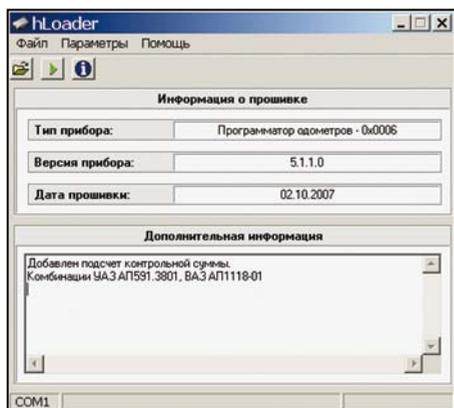

Рисунок 7. Окно программы hLoader
В пункте меню программы «Файл» > «Открыть» или кнопкой  выбрать файл новой прошивки ПО-5 с расширением ahx, на экране появится информация о ней рисунок 7.
7.5 В пункте меню программы «Файл» > «Открыть» или кнопкой  выбрать файл новой прошивки ПО-5 с расширением ahx, на экране появится информация о ней рисунок 7.